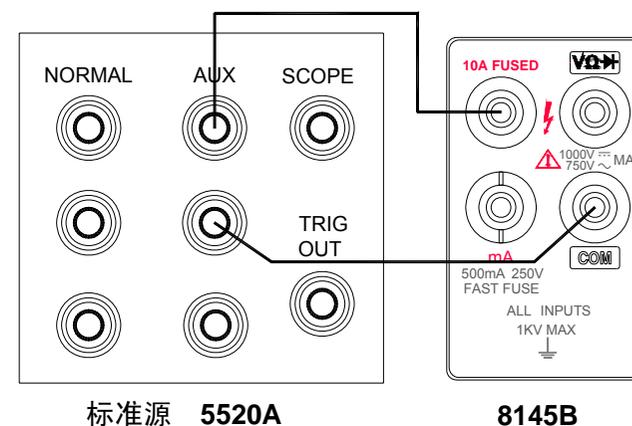

图 5—4
- (1) 使标准设备处于‘STBY’状态，按下 8145B 的 **ACA** 键，进入交流电流校准状态。
- (2) 按图 5—4 所示连接仪表和标准设备。
- (3) 按 8145B 的 **▲** 键进入 ACA (10A) 量程。
- (4) 按 8145B 的 **SHIFT** 键，进入 10A 量程校准。
- (5) 按 8145B 的 **MNMX** 键，选择 0.3A 校准点，显示器左上方出现符号‘F’ (first)，辅显显示所加信号频率应为 1KHz。。
- (6) 设置标准器输出为 0.3A、1KHz，并按标准设备的 **OPR** 键送给被校仪表。